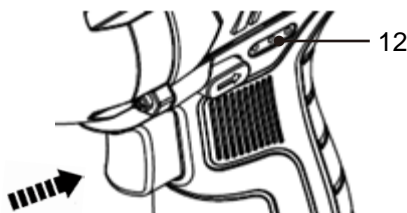

Fig.5
- > En appuyant à fond sur l'interrupteur pour vérifier l'autonomie restante de la batterie, les témoins lumineux (12) s'allument et indiquent l'état de la batterie comme ci-dessous (Fig.5) :